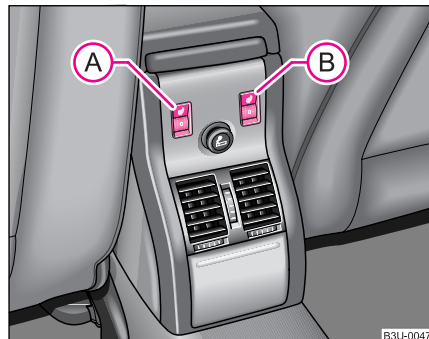

Fig. 60 Consola centrală spate: Regulator rotativ pentru încălzirea scaunelor din spate
- Rotiți rozeta A respectiv B ♥ pagina 78, fig. 60, pentru a porni și regula încălzirea pentru scaunele din spate dreapta și stânga.